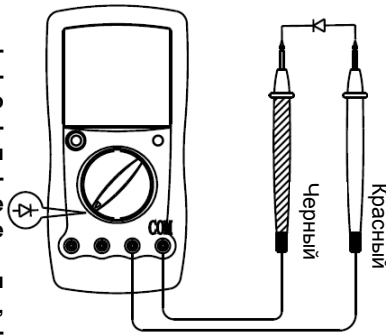

Рисунок 6
**D. Проверка диодов** (см. Рисунок 6)**⚠ Предупреждение**